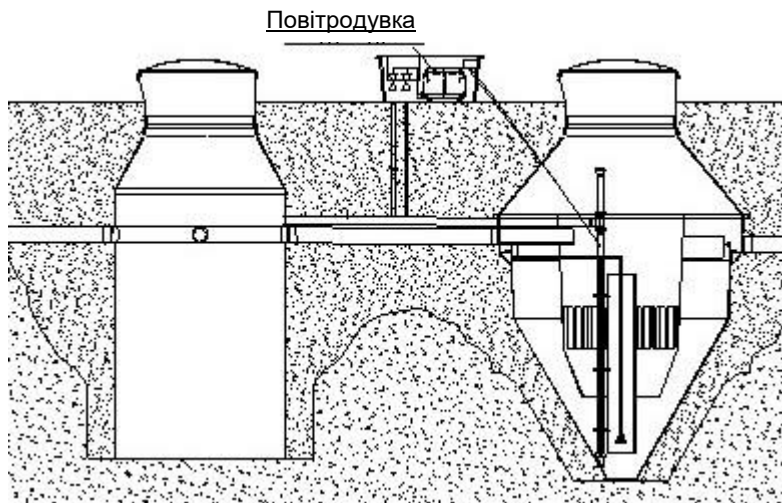

Рис. 6
16. При високому рівні ґрунтових вод установка має бути прикріплена за допомогою анкерів до залізобетонної основи. Можливі декілька способів кріплення (див. Рис. 6 а і b). Після того, як буде опущена анкерна плита, насипати на її поверхню шар піску, товщиною приблизно 10 - 20 см і утрамбувати його. Після цього закріпити установку на анкерній плиті.